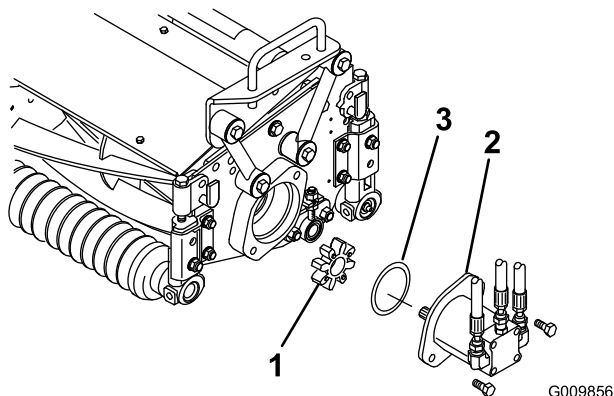

Figura 8
2. Rimuovete il coperchio della sede del cuscinetto (Figura 4) dall'estremità interna dell'unità di taglio destra. Installate il coperchio e la guarnizione (in dotazione con l'apparato di taglio) sull'estremità esterna. Posizionate il giunto radiale (Figura 8) fornito nella sede del cuscinetto.
3. Inserite l'O-ring (in dotazione con l'apparato di taglio) sulla flangia del motore principale (Figura 8).
4. Montate il motore e il giunto radiale sul lato comando dell'apparato di taglio e fissate con i 2 bulloni in dotazione con l'apparato di taglio (Figura 8).